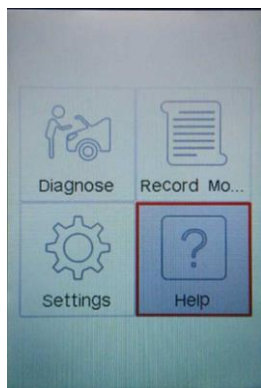

Abbildung 7-4 (für Creader 701)
6. Wenn das Werkzeug eingeschaltet ist, platzieren Sie den Mauszeiger auf das Hilfe-Symbol und drücken Sie dann die [OK]-Taste. (Abbildung 7-4)